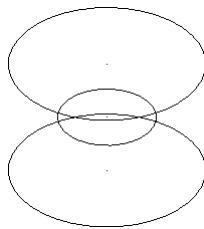

图 6-20 直纹/举升实例
- ① 在“文件”工具栏中单击“打开文件”按钮 O ，打开光盘中“第 06 章\原始图形\6.2.1 直纹举升曲面.MCX-7”，如图 6-20 所示。